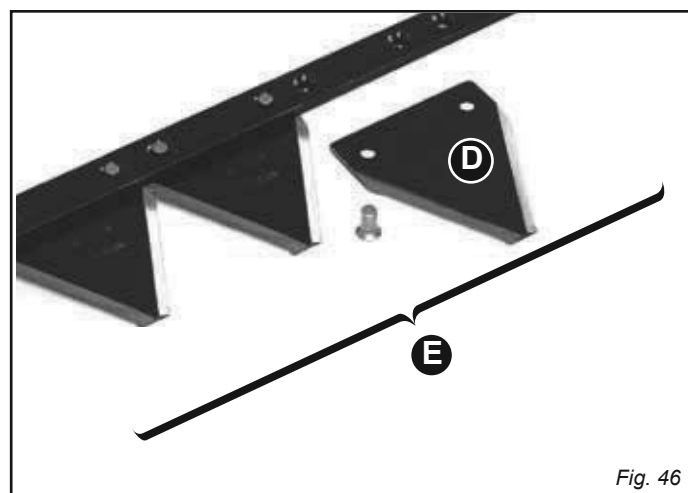

Fig. 46
REEMPLACEMENT DE LA TIGE PORTE-SECTIONS (E, Fig. 46)
REEMPLACEMENT SECTIONS (D, Fig. 46)
- River une nouvelle section avec les rivets spéciaux (D, Fig. 46).